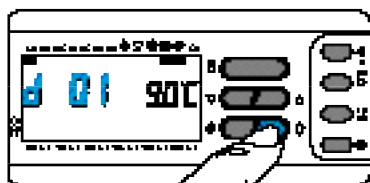

Fig. 59
10.5 - Premere due volte il pulsante \diamond (fig. 59).